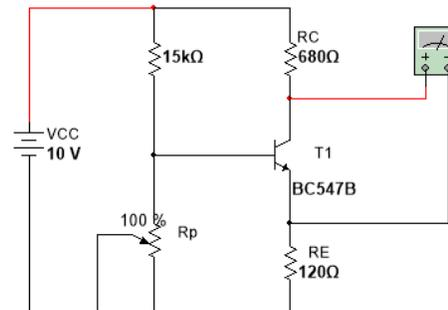

Figura 4.11. Circuito del experimento 3.
- 3.1 Alambre el circuito de la figura 4.11. Use el canal 1 de la fuente para polarizar a V_{CC} a 10 V. Utilice un potenciómetro de 100 k Ω .